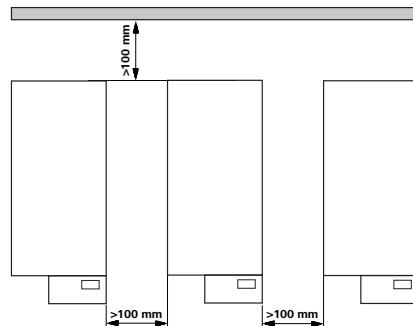

Fig. 2
- 确保仪器放置间距合理，仪器之间、仪器距离四周墙壁至少 100 mm，仪器距离上方至少 800 mm。（见 Fig. 2）